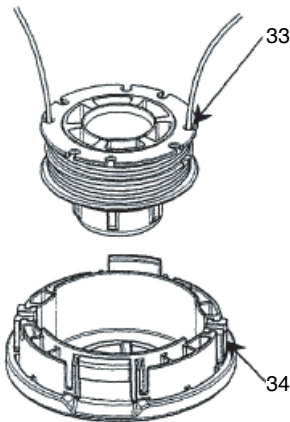

Fig. 40
(5) Introduzca ambos extremos sueltos de la línea a través de la guía de cuerda (34) cuando coloque el rollo en la caja. (Fig. 40)